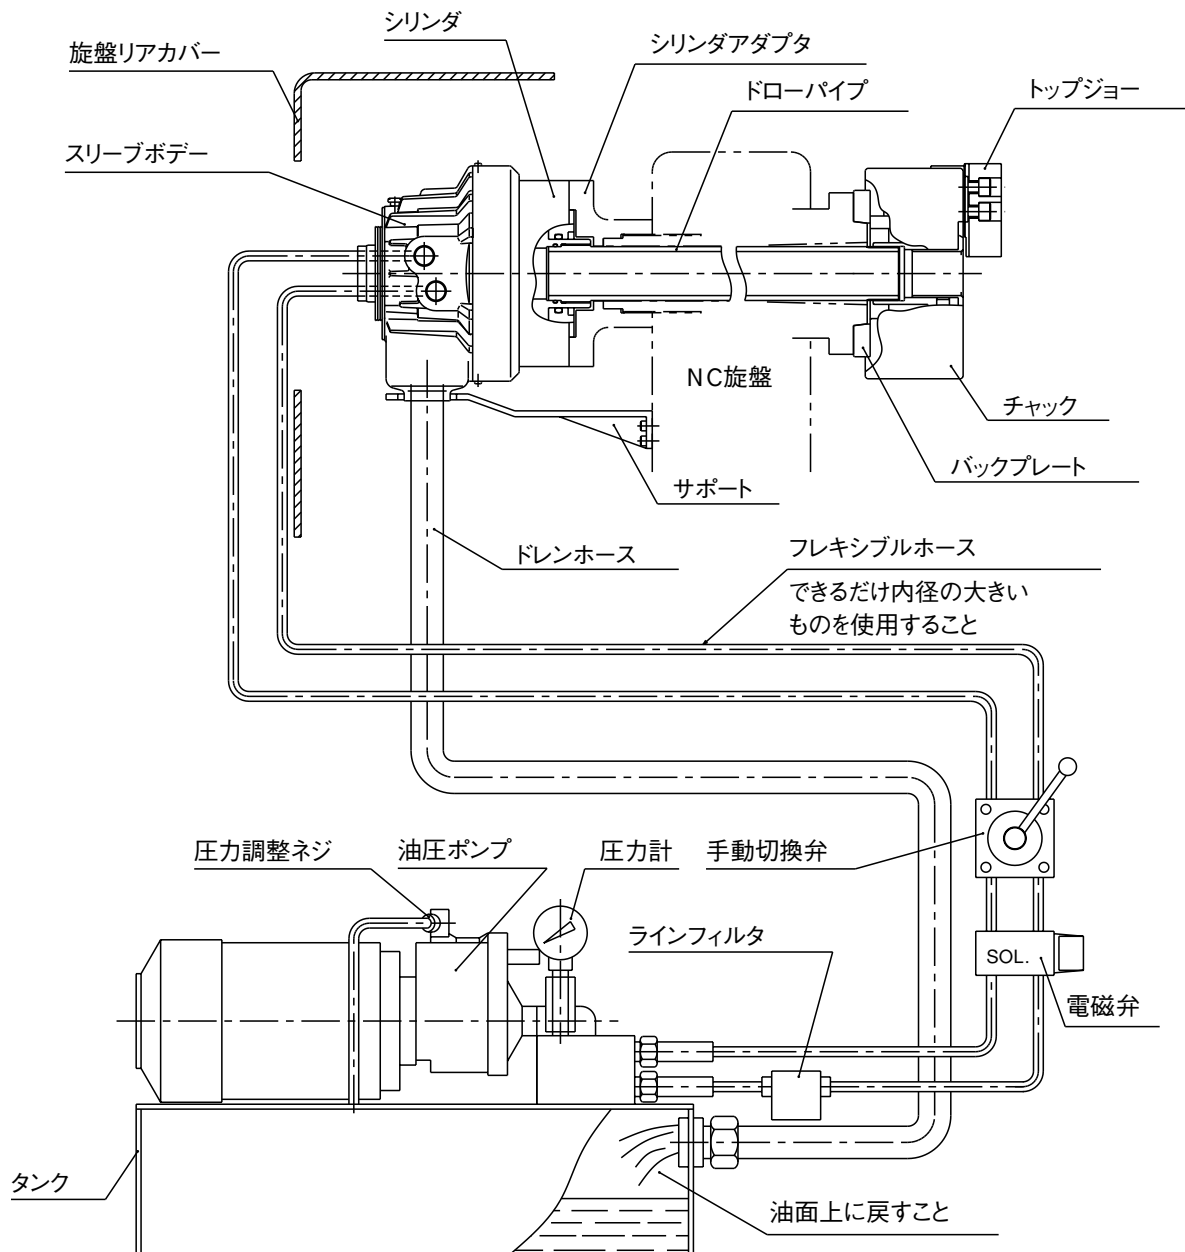

図 14
- ・ドレンは必ず油圧ユニットの油面上に戻すこと。(図14参照)